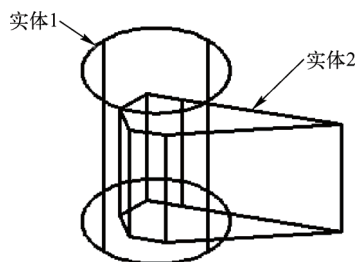

图 9-76 文件中已有的两个实体模型
1) 打开随书光盘“CH9”文件夹中的“BD_交集运算.dwg”文件。在该文件中存在着两个独立的实体模型,如图 9-76 所示(西南等轴测视图显示)。